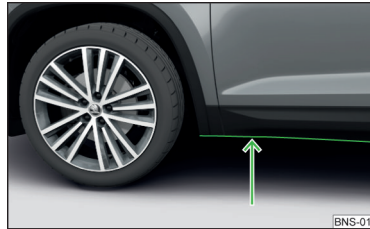

Abb. 261
- Daher vor einer Wasserdurchfahrt die Wassertiefe feststellen. Der Wasserstand darf maximal an die Unterseite des Unterholms reichen » Abb. 261.